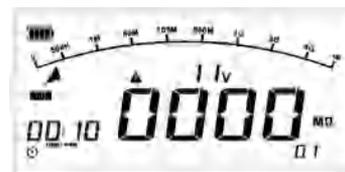

图11.4 表笔线短路测试界面
- 在绝缘电阻测量档，将红黑表笔短接，按下“TEST”键测量测试表笔线内阻是否为 $15\ 0M\Omega$ （如图11.4），若结果远大于 $0M\Omega$ ，请再次核查测试线是否正常插入端口或出现内部损坏。